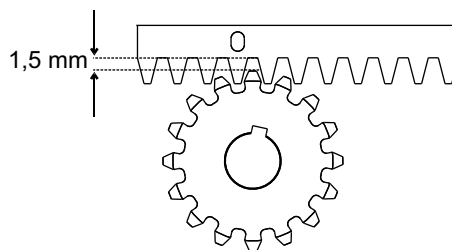

Fig. 10
**5.6.** tutta la cremagliera va alzata di 1,5 mm per evitare che il peso del cancello gravi sul pignone (Fig. 10),